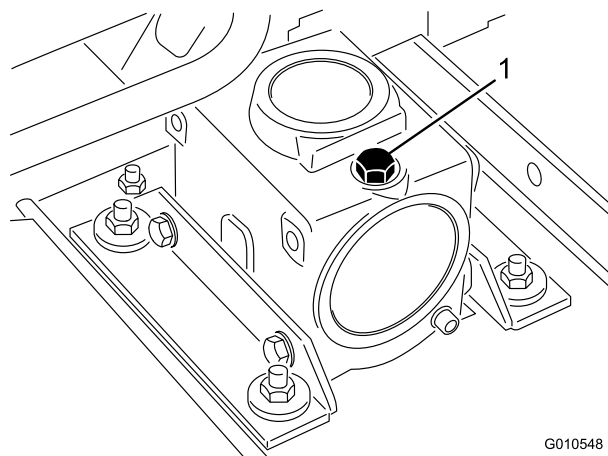

図 18
3. ギアボックス 図 18の上部についているディップスティック兼プラグを外し、潤滑油がディップスティックの2つのマークの間までであることを確認する。